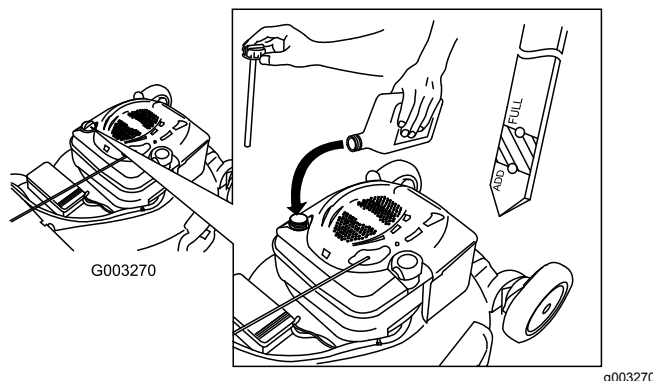

Figure 12
2. Retirez la jauge (Figure 12).
5. Sortez de nouveau la jauge et contrôlez le niveau d'huile ; voir Figure 12.